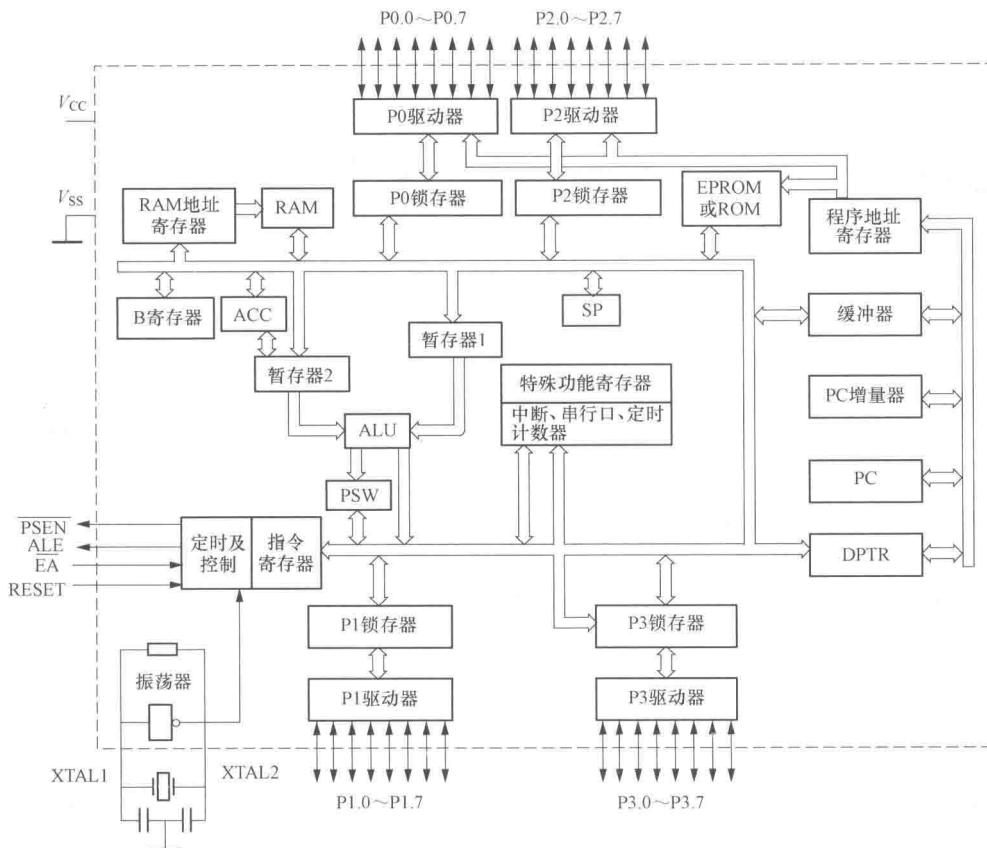

图 1-2 STC15F2K60S2 内部结构图
(2) 内部结构框图。STC15F2K60S2 单片机结构中包含运算器、控制器、片内存储器，兼容 8051 系列单片机，但功能更强，除传统 4 个 I/O 口外增加了 P4、P5 口，串行口两个，可以同时使用；包含 6 个定时器；3 个 16 位可重装初值定时器 T0/T1/T2；3 个（PWM/PCA/CCP）；3 个 CCP 可再实现 3 个定时器。其中的 PWM 功能可以用作 D/A 转换器。它具有一个掉电唤醒定时器，一个片内看门狗，12 个中断源，两个中断优先级；具有 8 通道高速 A/D 转换器，还有高速 SPI 串行同步通信接口；具有外部总线功能，具有 ISP（在系统编程）/IAP（在应用编程）功能；具有大容量存储器（8~62KB Flash 程序存储器，2KB 的 SRAM 存储器）；具有多种封装形式（PDIP40、LQFP44）。STC15F2K60S2 内部结构如图 1-2 所示。
(3) 存储器。传统的 8051 单片机片内只读存储器（ROM）用作程序存储器，用于存放已编好的程序、数据表格等。片内读写存储器（RAM）又称随机存取存储器，可用于存放输入、输出数据和中间计算结果，同时还作为数据堆栈区。当存储器的容量不够时，可以进行外部扩展。